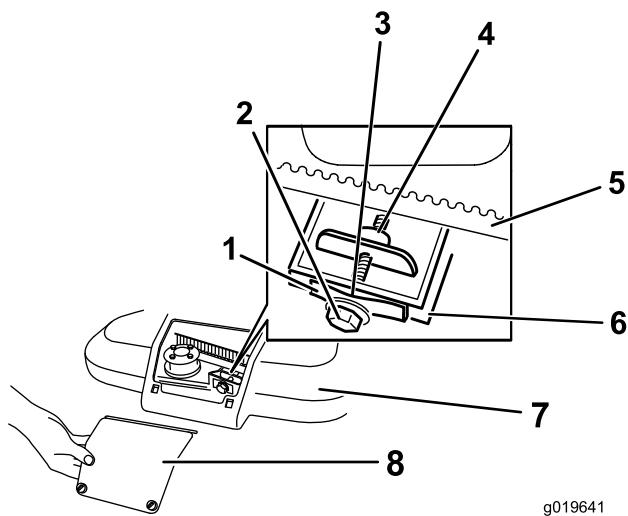

Figura 39
1. Afloje los 2 tornillos del panel de acceso a la cubierta de la correa y retire el panel (Figura 39).
3. Sujete una galga de 0.26 mm, un trozo de papel o una tarjeta contra el tabique y deslícela hacia abajo por detrás del muelle tensor de la correa (Figura 39).
Nota: Si hay un espacio visible entre la galga y el muelle, apriete el perno de ajuste y la contratuerca hasta que el papel apenas pueda deslizarse libremente por el espacio (Figura 39).